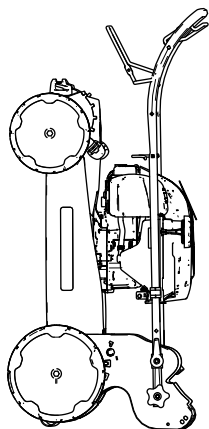

Figura 19
6. Levante la parte delantera de la máquina con el manillar y llévala al lugar de almacenamiento (Figura 19).